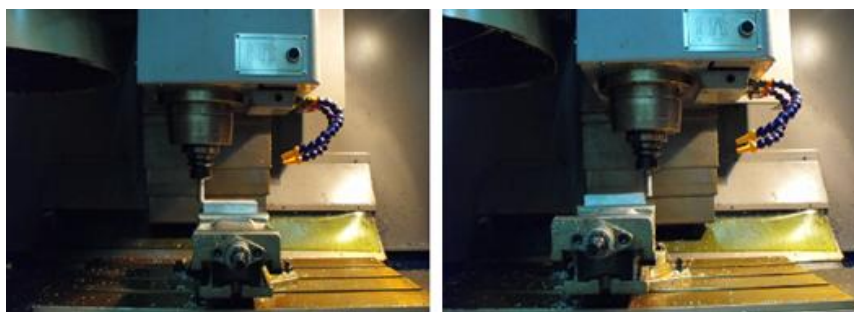

图 4-52 X 方向对刀
5) 将机床控制面板的“方式选择”转到“手轮”挡位，按下机床控制面板的“主轴正转”键，使主轴以 500r/min 的速度正转，利用手轮快速移动工作台和主轴，让刀具靠近工件毛坯的左侧，目测刀尖低于工件表面 3~5mm，改用微调操作，让刀具慢慢接触到工件左侧，直到听到轻微切削或者刮擦声，同时可以看到有少量切屑出现，如图 4-52 左图所示。
7) 用手轮抬起刀具至工件上表面之上，快速移动工作台和主轴，让刀具靠近工件右侧，与步骤 5) 相同，改用微调操作，让刀具慢慢接触到工件右侧，直到听到轻微切削或者刮擦声，同时可以看到有少量切屑出现，如图 4-52 右图所示。此时 X 轴相对坐标为 137.598，如图 4-54 所示。